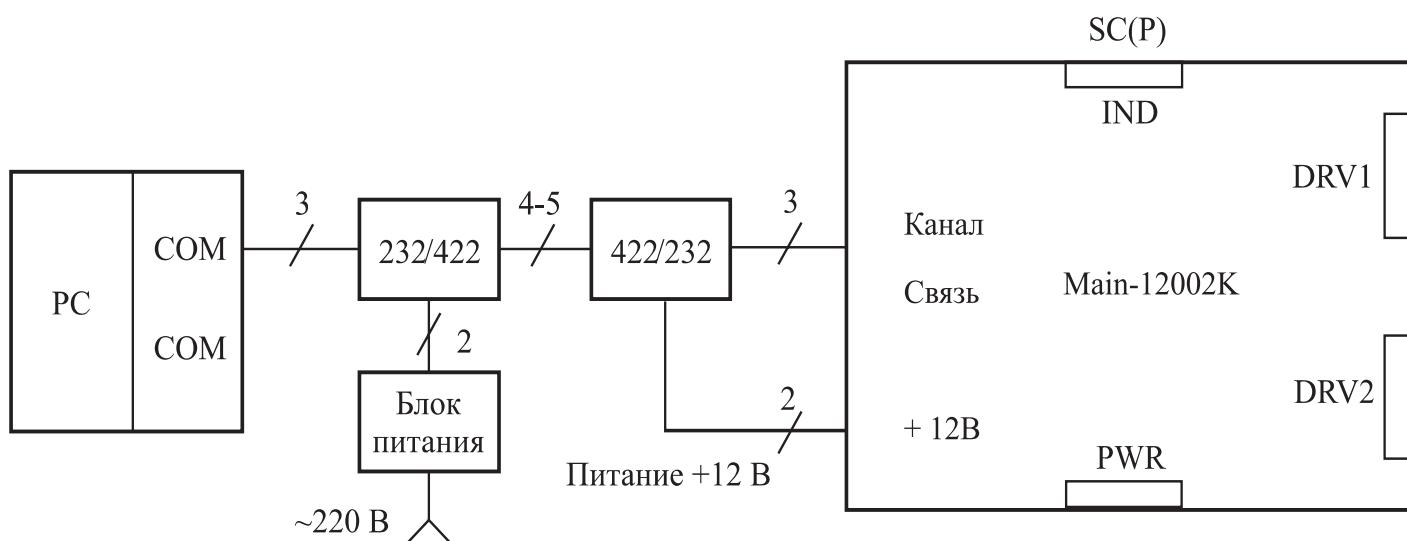

Рисунок 3 – Подключение SE-12001
2.2.3 Монтаж SC(P) (только связь с РС) при использовании удлинителя линии связи ПК-базовый контроллер (см. Рисунок 3, Приложение В)